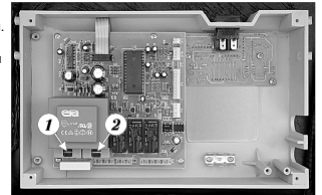

Рис. 22 – Плата логическая
- 2 аварийные термостаты расположены в левом верхнем углу котла на входе и выходе из первичного теплообменника (см.рис.22, поз. а, с). Термостат (а) оснащен кнопкой « reset», термостат (с) обратимый;
- аварийный термостат расположен в левом верхнем углу котла на выходе из первичного теплообменника (см.рис.22, поз. а). Он оснащен кнопкой « reset».
- термистор расположен на верхнем конце трубки между теплообменником и гидроблоком (см.рис. 22 – поз. b)